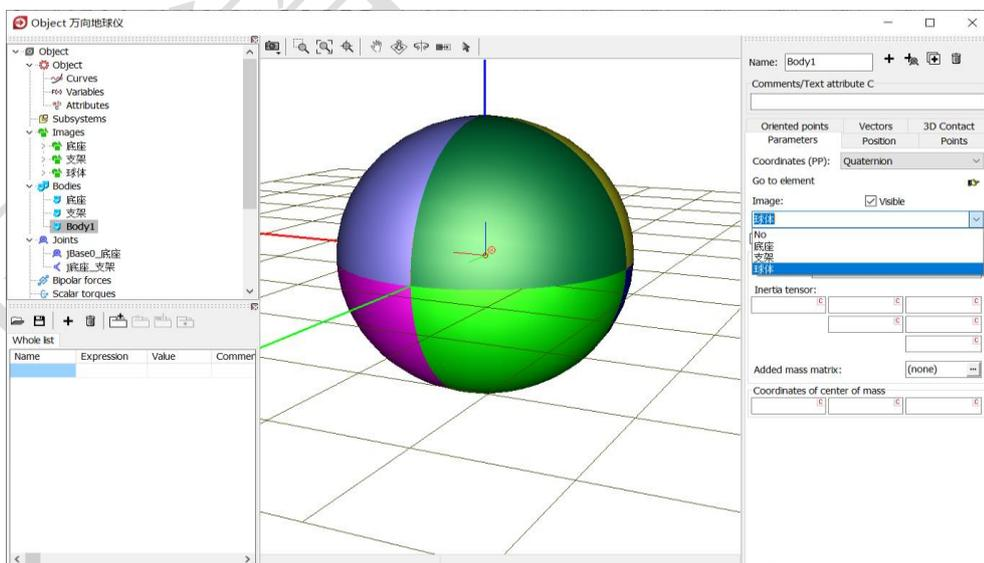

图 2-30
- 4) 这样，我们就创建了第三个刚体，系统自动命名为 **Body1**，在交互界面 **Parameters** 页面 **Image** 处的下拉菜单中选择 **球体**，并保持 **Visible** 选项为勾选状态，如图 2-30。